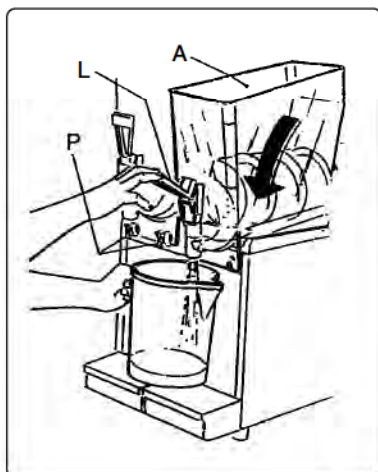

Fig. 10
- a) svitare i pomelli (P), abbassare la vasca (A) al fine di eliminare gli eventuali residui di prodotto attraverso il rubinetto di uscita (vedi fig. 10).